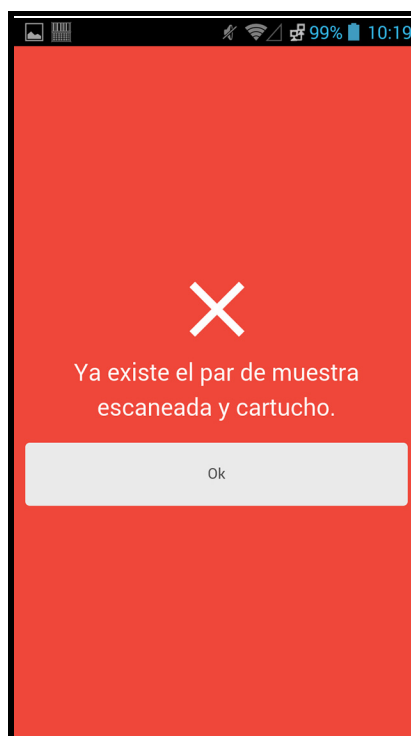

Figura 5-108. Pantalla de error Scanned Cartridge (Escanear cartucho) de Cepheid Link
- Si el cartucho no se empareja correctamente con la muestra, se mostrará la pantalla de error (X roja) además de un mensaje de error (consulte la figura 5-108 para ver un ejemplo). Toque el botón **Ok (Aceptar)** para regresar a la pantalla Scan Cartridge (Escanear cartucho). El escáner volverá a la pantalla Scan Sample (Escanear muestra) (consulte la figura 5-102).